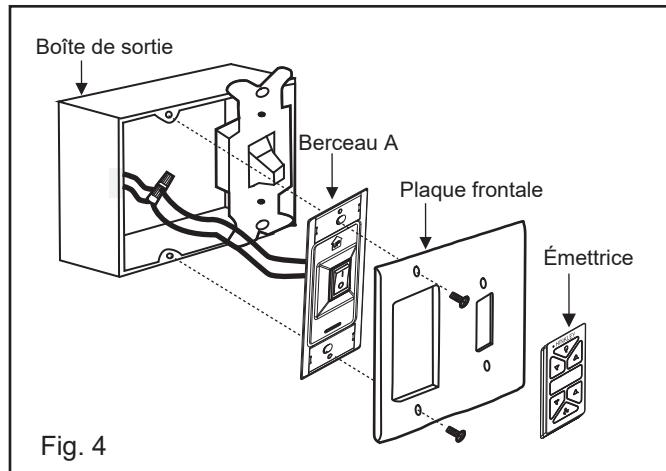

Fig. 4
2. Connectez les fils noirs du commutateur dans le berceau A aux fils noirs dans le boîtier de commutation. Fil d'entrée chaud à l'un des fils du commutateur du socle. Le fil d'alimentation du ventilateur est connecté au fil de l'interrupteur restant. (Fig. 4)